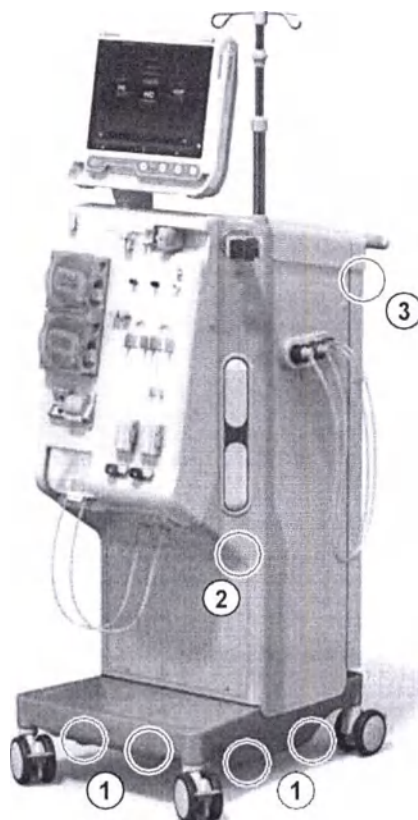

Рис. 4-3 Точки удержания для переноски аппарата
2. Удерживайте аппарат за основание (Рис. 4-3, ①), заднюю панель ③ и/или выступ ② на передней части аппарата.